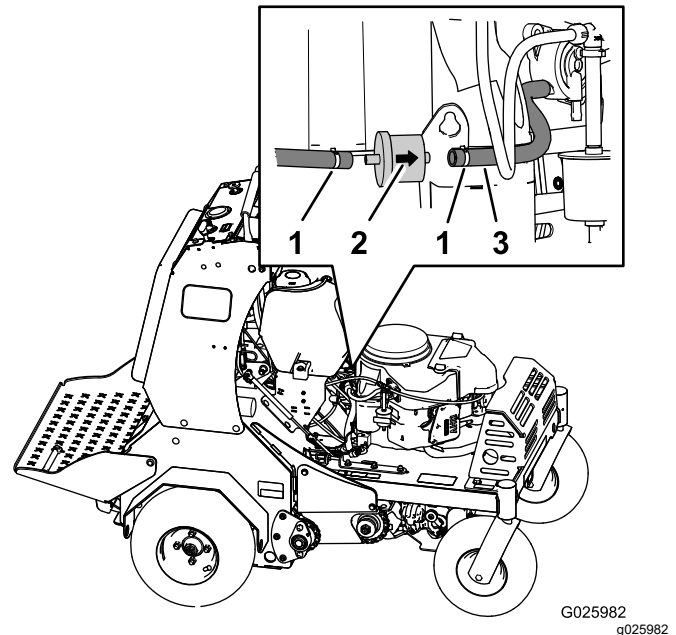

Figura 48
3. Apriete los extremos de las abrazaderas y deslícelas por el tubo alejándolas del filtro (Figura 48).
4. Desmonte el filtro de las mangueras de combustible (Figura 48).
5. Instale un nuevo filtro con la flecha de dirección de flujo alineada como se ilustra en la Figura 48.
6. Alinee las abrazaderas sobre la manguera y los acoplamientos del filtro de combustible (Figura 48).